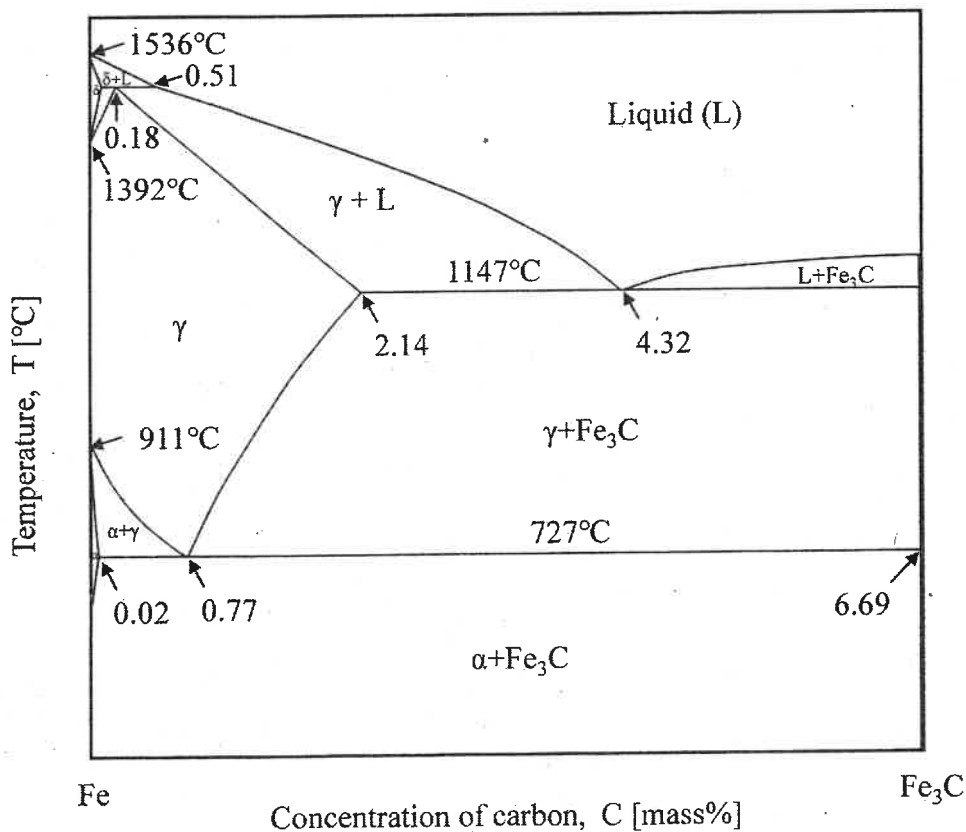

図1 Fe-Fe₃C 準安定状態図
図1に、Fe-Fe₃C 準安定状態図を示す。図中において、数字に「℃」を付している場合は温度を表し、付していない場合は炭素濃度 (mass% : 質量%) を表している。図1の状態図から、純鉄は (①) ℃において溶解し、Fe-4.32%C 合金では、(②) ℃にて溶解することが分かる。さて、Fe-0.2%C 合金を 1000℃に保持すると、(③) 相となる。この (③) 相をゆっくり冷却すると、(③) 相中に (④) 相が析出する。さらに冷却すると (⑤) ℃において (③) 相は炭素濃度が高い (⑥) 相と炭素濃度が低い (⑦) 相に共析変態する。さて、1つの固相である (③) 相が2つの固相 ((⑥) + (⑦)) へと分解する変態を共析変態と呼ぶが、1つの液相から2つの固相へと分解する変態は (⑧) 変態と呼ぶ。図1の状態図から Fe-4.32%C 合金の液相は (②) ℃で (⑧) 変態し、炭素濃度が (⑨) %の (⑩) 相と炭素濃度が 6.69%の (⑪) 相に分解する。その際の (⑩) 相と (⑪) 相の質量分率はそれぞれ、(⑫) %と (⑬) %である (⑫、⑬は小数点以下を四捨五入して整数値で答えよ)。
さて、図1の状態図の α 相の単位胞を図2に示す（●は原子の位置を表し、格子ベクトルの方向は x, y, z である）。図2には、原子面(a)として影を付けた面が示されているが、その原子面(a)の面指数は（(14)）である。そして、その原子面(a)上にある3つの方向 (b), (c), (d)が破線矢印で描かれているが、(b), (c), (d)の方向指数はそれぞれ、 $[\bar{1}5]$ 、 $[\bar{1}6]$ 、 $[\bar{1}7]$ であり、それらの方向のうち最も密に原子が並んでいない方向は、 $[\bar{1}8]$ である。今、(14)面の面指数として答えた3つの数字を方向指数に持つ方向が、どのような方向を表しているか考えてみる。(b), (c)の方向指数 $[\bar{1}5]$ 、 $[\bar{1}6]$ と $[\bar{1}4]$ という方向指数との内積を取ると（それらを方向ベクトルと考えてベクトルの内積を取ると）、(19)という値になる。すなわち、 $[\bar{1}4]$ の方向は、(a)面に対する(20)ベクトルの方向となっている。
【1】直径 d の丸棒があり、この丸棒の両端に、図1に示すような軸方向荷重 P を負荷させた。このとき、この丸棒の直径の減少量を示せ。この棒のポアソン比および縦弾性係数(ヤング率)を、それぞれ ν および E とする。また、円周率を π とする。